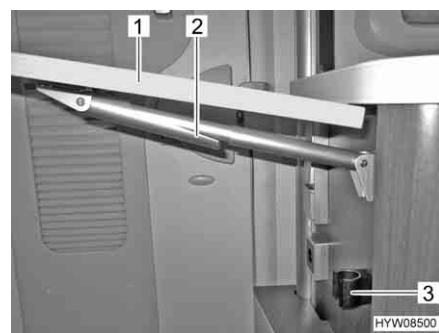

Fig. 61 Chiusura del tavolo ribaltabile su bancone
- Afferrare il tavolo ribaltabile su bancone (Fig. 61,1) sull'esterno e sollevarlo leggermente. Con l'altra mano ruotare e abbassare il dispositivo di fissaggio (Fig. 61,2) sul supporto telescopico.
- Orientare il piano del tavolo verso il basso, finché il supporto telescopico non ingrana nel supporto (Fig. 61,3).